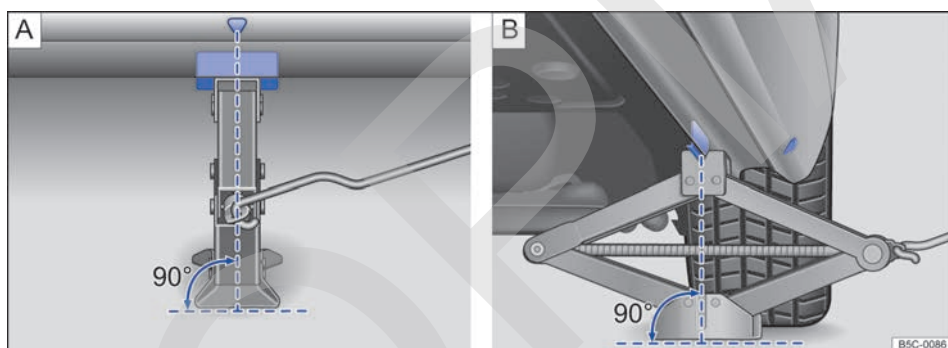

Fig. 173 Gato colocado en el lado izquierdo del vehículo, en la zona trasera.
7. Asegúrese de que la base del gato descansa firmemente sobre el suelo y de que se encuentre exactamente debajo del punto de apoyo en vertical → fig. 173 **A** y **B**.
8. Centre el gato y siga subiéndolo con la manivela hasta que la garra sujete el refuerzo de debajo del vehículo → fig. 173.
- Coloque el gato únicamente en los puntos descritos. La garra del gato deberá sujetar bien el refuerzo del larguero inferior → fig. 173.